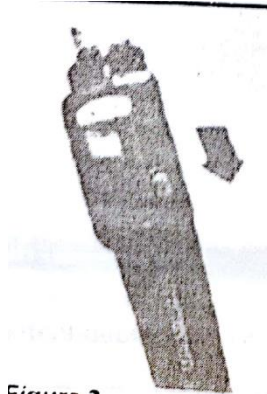

Figura 2
2.- Deslice el interruptor de encendido a la posición I (inicio). Vea figura 2.